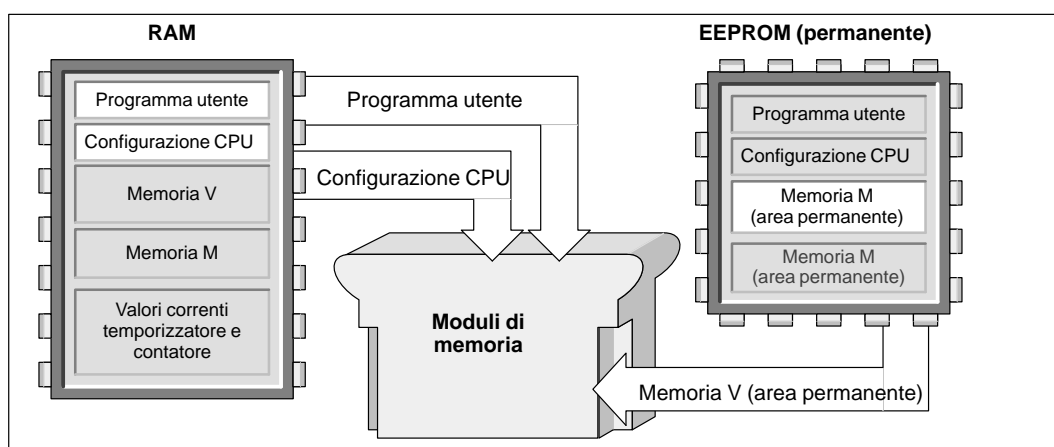

Figura 7-20 Copia della memoria CPU nel modulo di memoria
2. Selezionare il comando del menu **CPU ► Modulo di memoria di programma** per copiare il programma nel modulo di memoria. La figura 7-20 riporta gli elementi della memoria CPU memorizzati sul modulo di memoria.